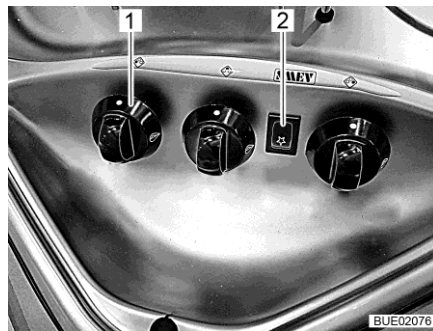

Fig. 228 Elementi di comando del fornello a gas
- Ruotare il pomello girevole (Fig. 228,1) dell'impianto a fiamma libera desiderato in posizione accesa (fiamma alta).
- Premere il pulsante per l'accensione (Fig. 228,2). Sul bruciatore vengono prodotte scintille.